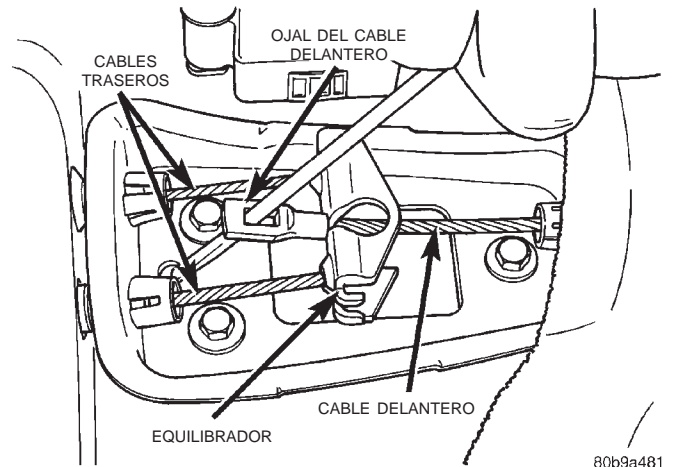

Fig. 52 Ojal del cable delantero
- (1) Retire la consola del centro. Consulte el grupo 23, Carrocería.
- (2) Levante el asiento trasero y la alfombra que cubre los cables del freno de estacionamiento.
- (3) Coloque un destornillador a través del ojal del cable delantero (Fig. 52) y haga palanca hacia atrás en el cable delantero.